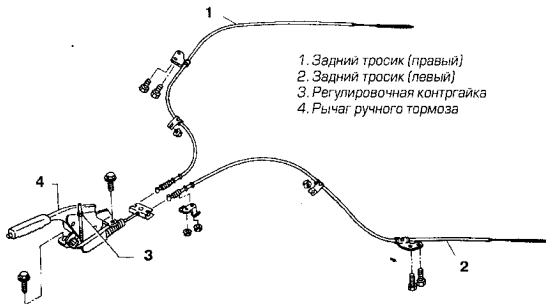

Рис. 9.25 Рычаг ручного тормоза и тросики (См. Раздел 16)
1. Тросики ручного тормоза и их крепления показаны на Рис. 9.25.